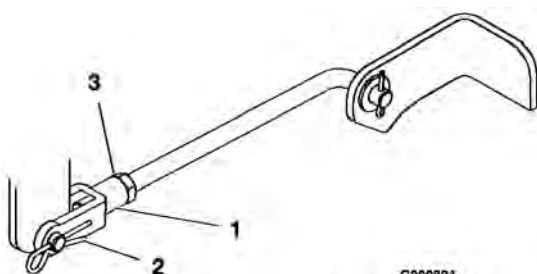

Bild 49
10. Entfernen Sie zum Einstellen der Schnittmesserneigung in Längsrichtung den Lastösenbolzen von den vorderen Drehzapfenjochs und lockern Sie die Klemmmuttern (Bild 49).
11. Drehen Sie zum Verändern der Einstellung die Jochs an den Stangen (Bild 49). Ziehen Sie zum Anheben der Vorderseite des Mähwerks die Jochs fest (Verkürzen der Stangen). Lockern Sie zum Absenken der Vorderseite des Mähwerks die Jochs (Verlängern der Stangen).
13. Ziehen Sie, wenn die Schnittmesserneigung in Längsrichtung korrekt ist, die Klemmmuttern fest (Bild 47 und Bild 49).